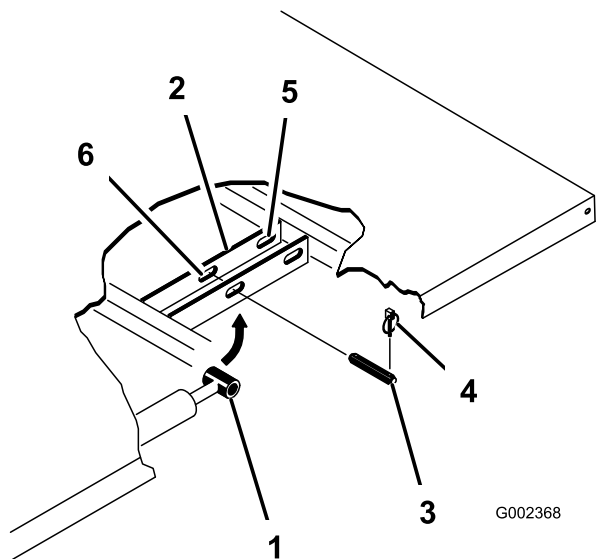

Рисунок 32
3. Удалите штифты с отверстием под шплинт, которые крепят концы штоков гидроцилиндров к монтажным плитам кузова, протолкнув штифты внутрь (Рисунок 32).
4. Выньте шплинты и штифты с отверстием под шплинт, которые крепят шарнирные кронштейны к швеллерам рамы (Рисунок 32).